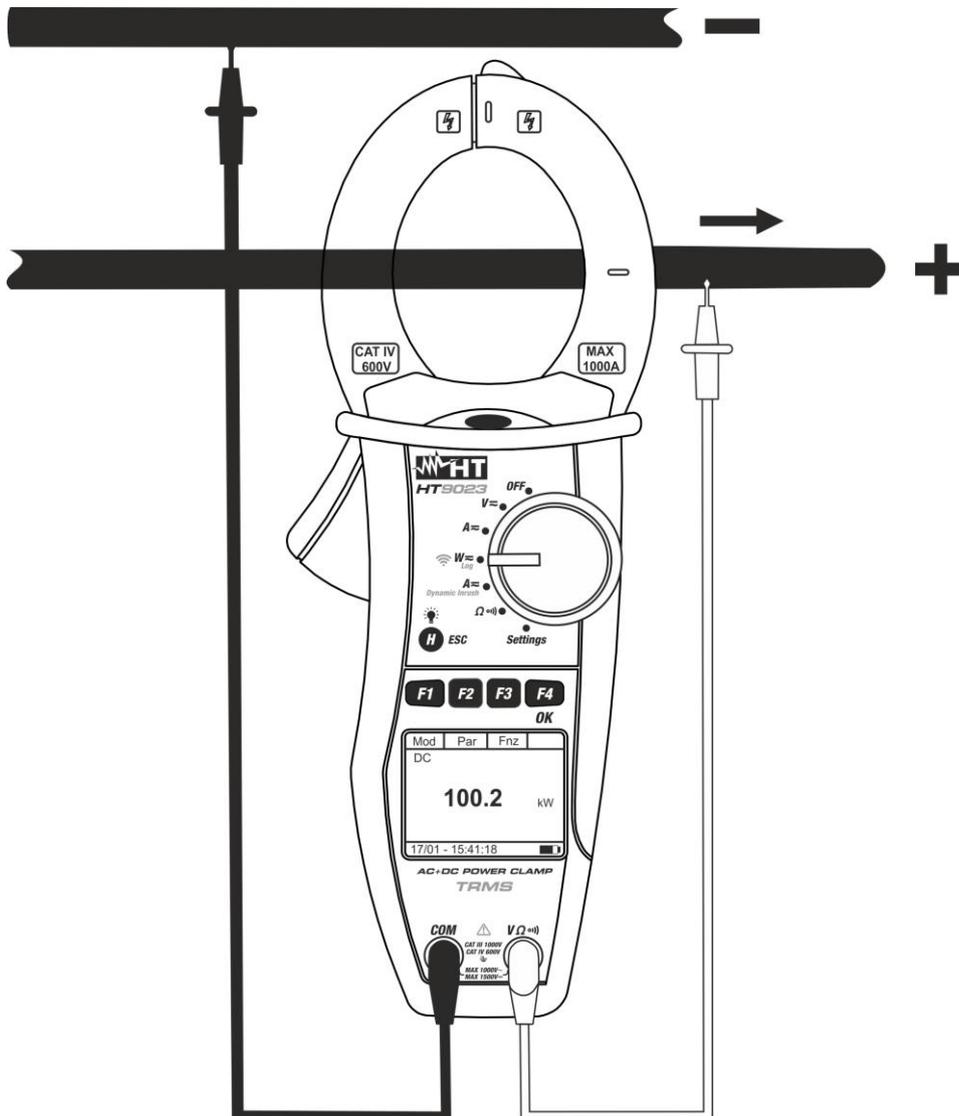

Fig. 12 : Mesure de Puissance/Énergie CC
5. Insérer le câble rouge dans l'entrée **VΩ⁾⁾⁾** et le câble noir dans l'entrée **COM**. Positionner le câble rouge sur le "+" et le câble noir sur le "-" et insérer le câble "+" dans les mâchoires de la pince, en respectant la direction de courant indiquées par les flèches (voir Fig. 12). Insérer le câble au milieu des mâchoires de la pince afin d'obtenir des mesures précises. Utiliser les marques en guise de références (voir Fig. 2).
6. La valeur de puissance DC est affichée à l'écran et exprimée en kW. Appuyer sur **F2 (Par)** pour ouvrir le menu déroulant comme affiché sur l'écran ci-contre et sélectionner l'option "**Volt/Curr**" pour la mesure de tension et de courant DC. Confirmer avec **F4 (OK)**. L'écran ci-contre apparaît.